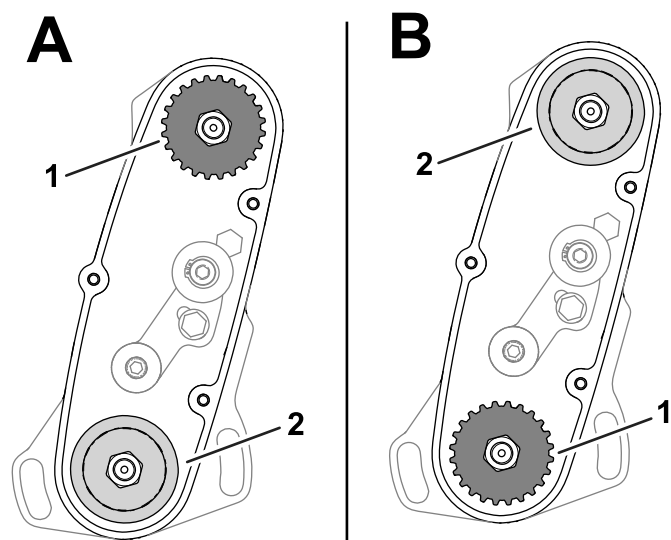

Figura 15
- Posición **ALTA**: “A” en Figura 15
- Posición **BAJA**: “B” en Figura 15